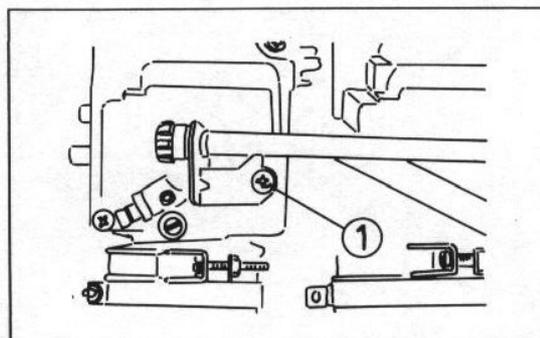

Bild 49
- Die Halterung des Leerlaufeinstellers abschrauben (Bild 49).